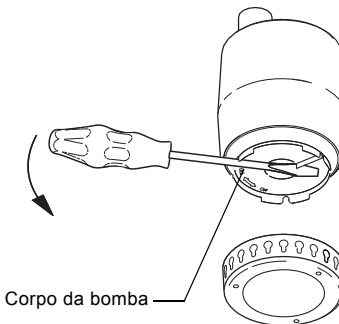

Fig. 11 Como retirar o corpo da bomba
3. Rode o corpo da bomba 90 ° no sentido oposto ao dos ponteiros do relógio com uma chave de fendas, observe a seta no corpo da bomba. Retire o corpo da bomba. Consulte a fig. 11.